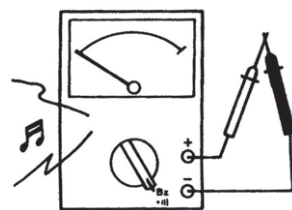

図 5-10
- ①レンジスイッチを導通チェックレンジに切替えます。〔図5-10〕
- ②赤色と黒色のテストリードをショートさせ、ピーという連続のブザー音がするのを確認します。